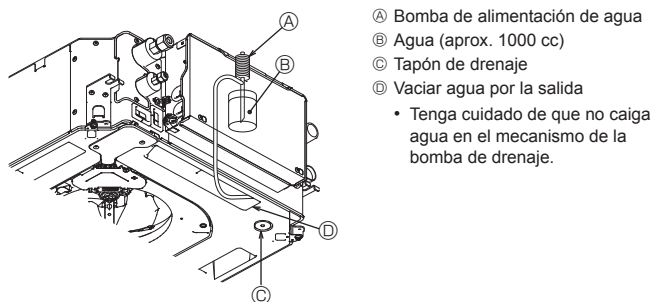

Fig. 8-5
8.4. Comprobación del drenaje (Fig. 8-5)